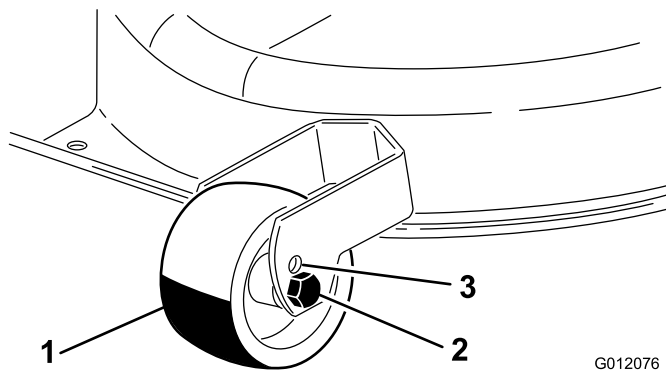

Figura 10
- Per utilizzare le impostazioni dell'altezza di taglio 1 o 2, dovete montare le rotelline nel foro superiore (più alto) presente sulle relative forcelle (Figura 10).
- Per utilizzare le impostazioni dell'altezza di taglio da 3 a 7, dovete montare le rotelline nei fori inferiori (più bassi) presenti sulle relative forcelle (Figura 10).